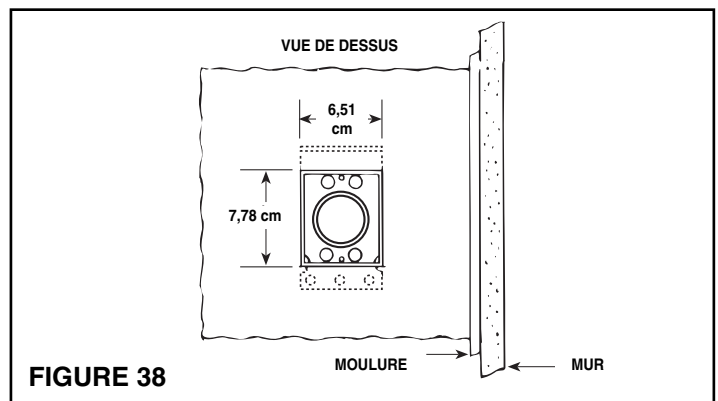

FIGURE 38
6. Voyez la Figure 38. Alignez les orifices de montage de la prise avec les trous de la plaque de montage, placez la prise dans la plaque de montage, et fixez-la avec les vis fournies. **NOTA:** Si un coude de rayon court 382-S est utilisé, il peut être nécessaire d'utiliser des vis de montage courtes pour qu'elle ne rentre pas en contact avec le coude.
1. Voyez les figures 38 et 39. Après avoir déterminé l'emplacement de la prise au sol, découpez un orifice rectangulaire de 7,78 cm X 6,51 cm. Le point central de la prise doit être situé à au moins 6,35 cm du mur pour permettre l'ouverture du couvercle au moment de l'insertion du boyau.
2. Déterminez la direction de la tuyauterie et attachez le raccord à bride approprié au support de montage avec les quatre (4) vis fournies. **Assurez-vous que la bride du support de montage ne rentre pas en contact avec la tuyauterie et que la soudure est bien en place.**